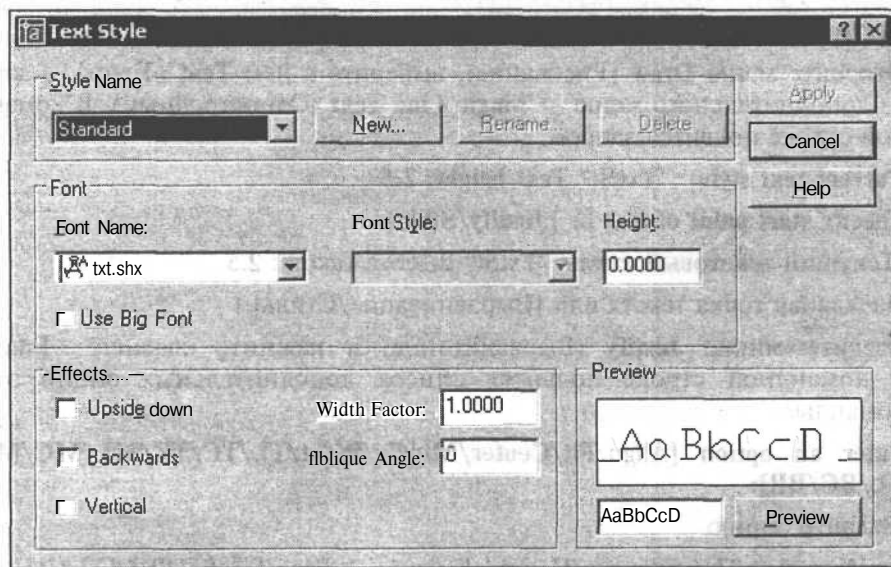

Рис. 9.2. Диалоговое окно для настройки текстового стиля
1. Откройте меню **Format (Формат)** и выберите в нем **Text Style (Текстовые стили)**. Появится диалоговое окно **Text Style (Текстовые стили)** (рис. 9.2).